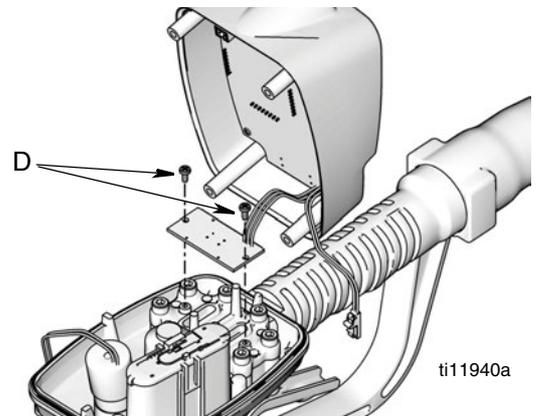

FIG. 5
5. **Todos los medidores:** Quite los tornillos (D), que sujetan la placa del interruptor de lámina a la placa de la tapa (FIG. 5). Conserve estos tornillos para volver a armar el instrumento. Quite el conjunto de la tapa.